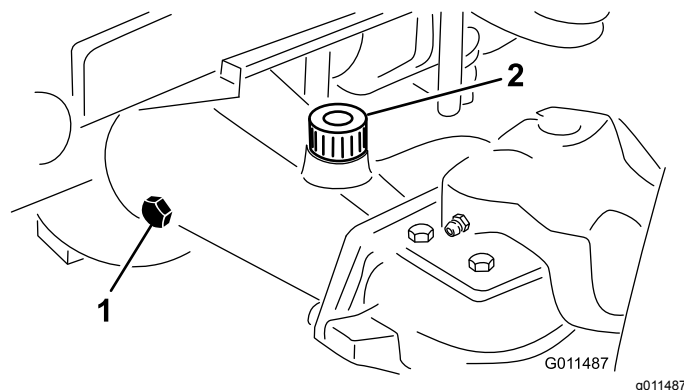

Figura 15
2. Retire o tampão de verificação que se encontra numa das extremidades do eixo e certifique-se de que existe lubrificante até ao fundo do orifício (Figura 15).